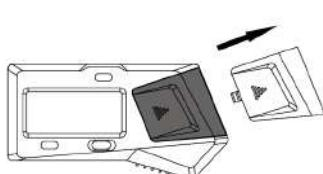

рис. 1
- Снимите крышку батарейного отсека (рис. 1)